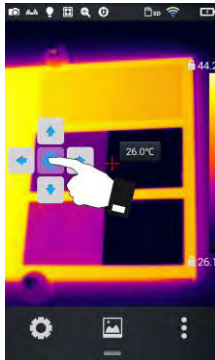

Рисунок 3
2. Нажать на круглую виртуальную кнопку. Это вызовет отображение на экране виртуальных курсоров (смотри Рис. 3 ниже).